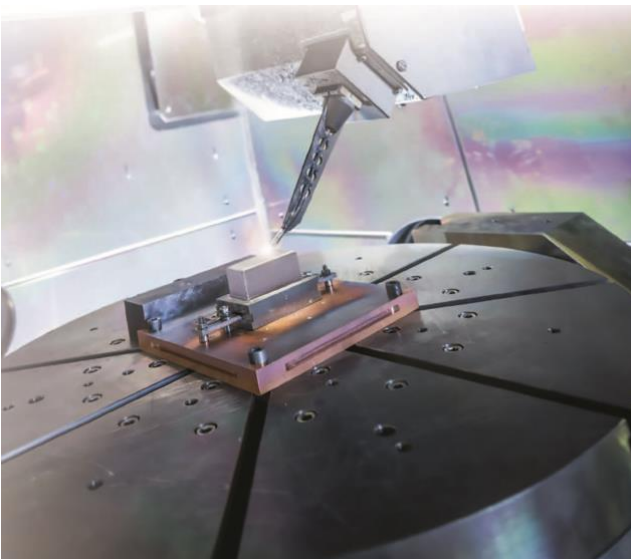

Bild 15: Draht-Auftragsschweißen auch für anspruchsvolle Metalle wie Kupfer, Titan und Edelstahl.
- 3D-Druck-Technologie mit Draht-Auftragsschweißen (Bild 15)